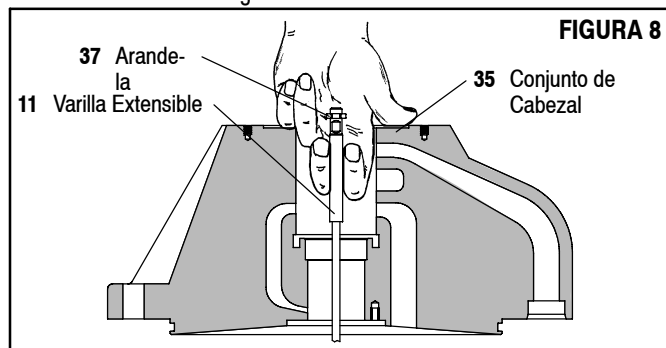

FIGURA 8
25. Coloque la arandela inferior (12) sobre la varilla extensible (11).
26. Saque la varilla extensible (11) hacia arriba y tómelala con dos dedos, tal como lo muestra la figura 8.